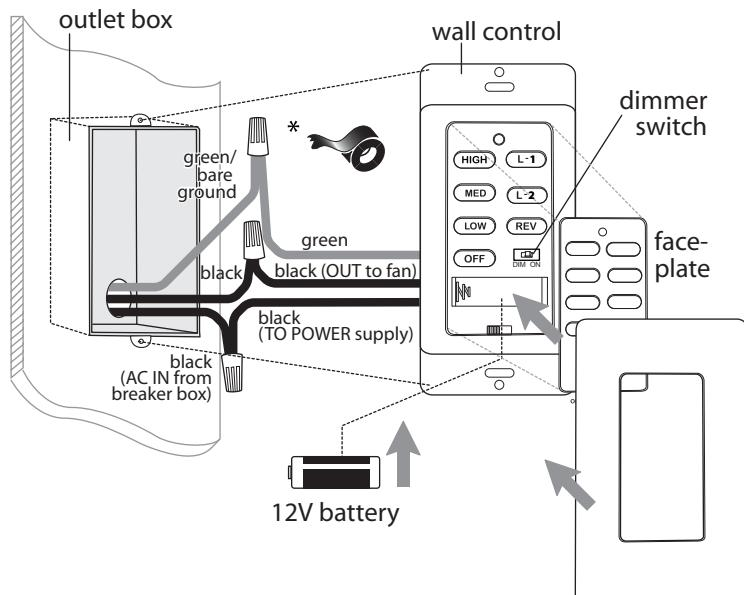

Fig. 5
- B. Wire one of the wall controls with wire connectors provided as shown in Fig. 5.
- D. Install one 12-volt battery (included) in wall control. (See Fig. 5)
- E. The dimmer switch (labeled **DIM** and **ON**) has been pre-set to the "ON" position (**DIM**). If you do not wish to have dimming capability or are using bulbs that are not capable of being dimmed, please move the switch to the "OFF" position (**ON**). (See Fig. 5)
- F. Select a faceplate (almond or white) and press firmly onto front of wall control. Attach wall control to outlet box and secure with screws from original wall switch. Attach plate (included) to wall control using 2 screws provided with the wall control. (See Fig. 5)
- B. Alambrar uno de los controles de pared con los conectores para cable provistos así como se muestra en la Fig. 5.
- D. Instalar una batería de 12 voltios (incluida) en el control de pared. (Ver la Fig. 5)
- E. El interruptor del reductor de luz (etiquetado **DIM** y **ON**) está programado de antemano en posición "ENCENDIDO" (**DIM**). Si no desea tener la capacidad de bajar la luz, favor de mover el interruptor a la posición "APAGADO" (**ON**). (Ver la Fig. 5)
- F. Escoger una tapa (color almendra o blanca) y apretarla fijamente en la parte delantera del control de pared. Sujetar el control de pared a la caja de salida y asegurarlo con los tornillos del interruptor de pared original. Sujetar la placa (incluida) al control de pared usando los 2 tornillos provistos con el control de pared. (Ver la Fig. 5)